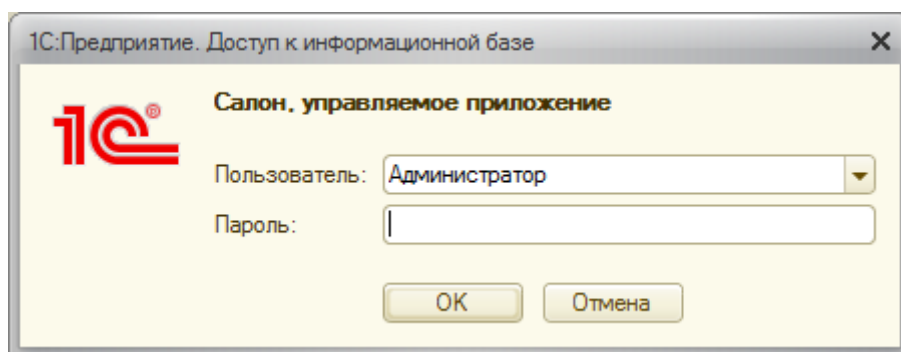

Рисунок 2.19 – Окно выбора пользователя
2.10 Проверим результаты нашей работы в режиме 1С:Предприятие. После запуска конфигурации появится окно выбора пользователя, Рисунок 2.19.